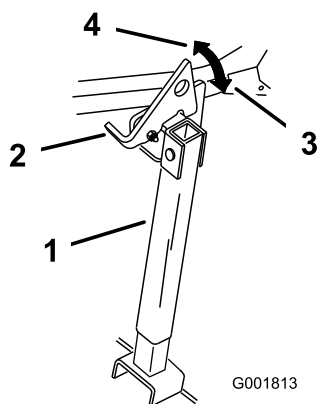

Figure 28
2. Relevez le verrou en position déverrouillée (Figure 28).